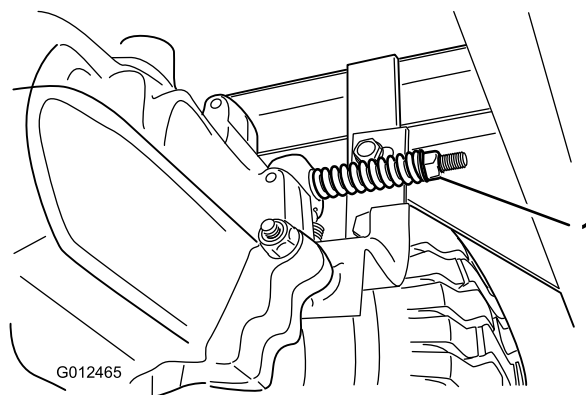

Figura 34
Il freno di stazionamento si trova sul lato destro del ponte posteriore, all'interno del pneumatico posteriore (Figura 34).
3. Girate in senso orario il dado di regolazione del freno, fin quando non riuscirete a spingere la macchina (Figura 34).